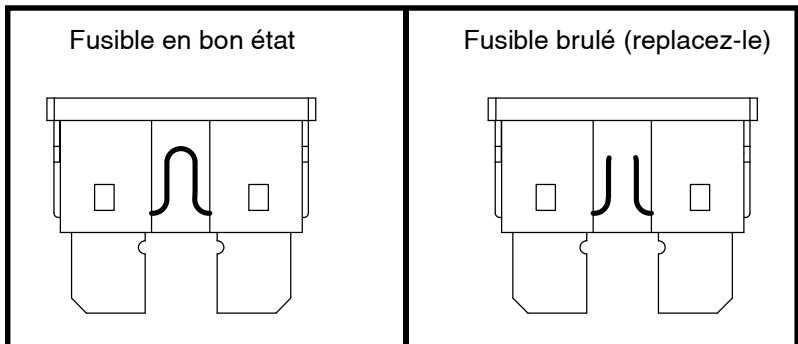

Figure 20. Le remplacement des fusibles
2. Examinez-le pour vérifier s'il est brûlé. **Voir la figure 20.**